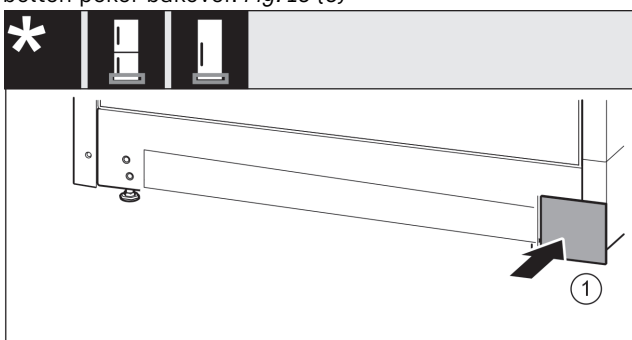

Fig. 16
- Sett på dekelet på den andre siden igjen. Fig. 16 (1)